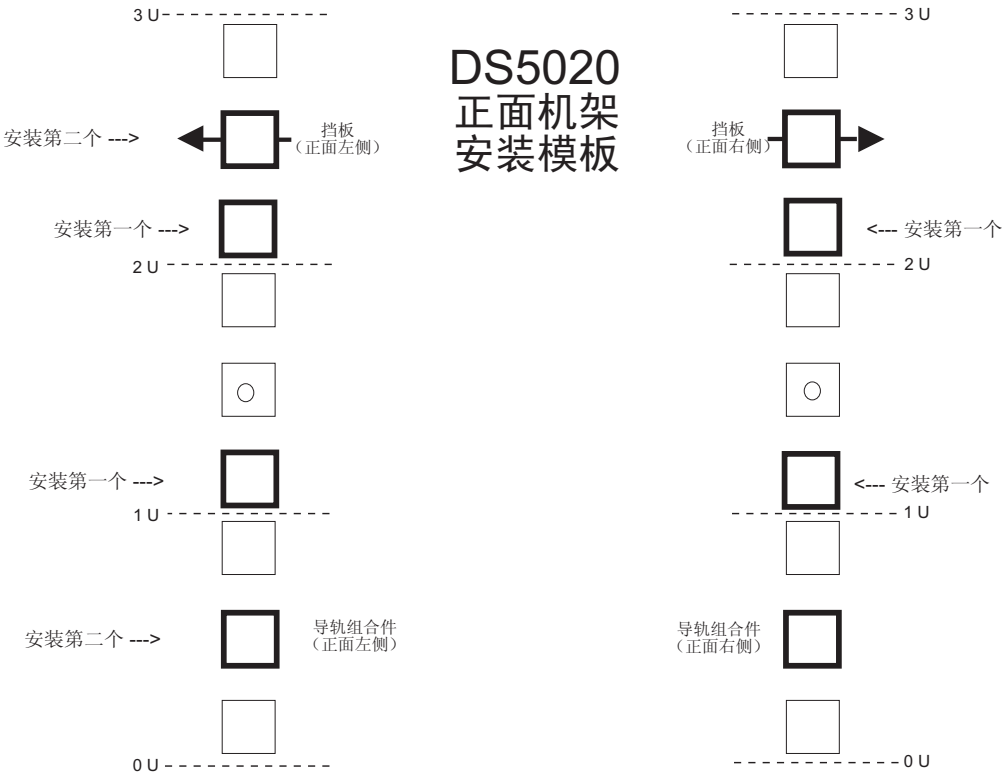
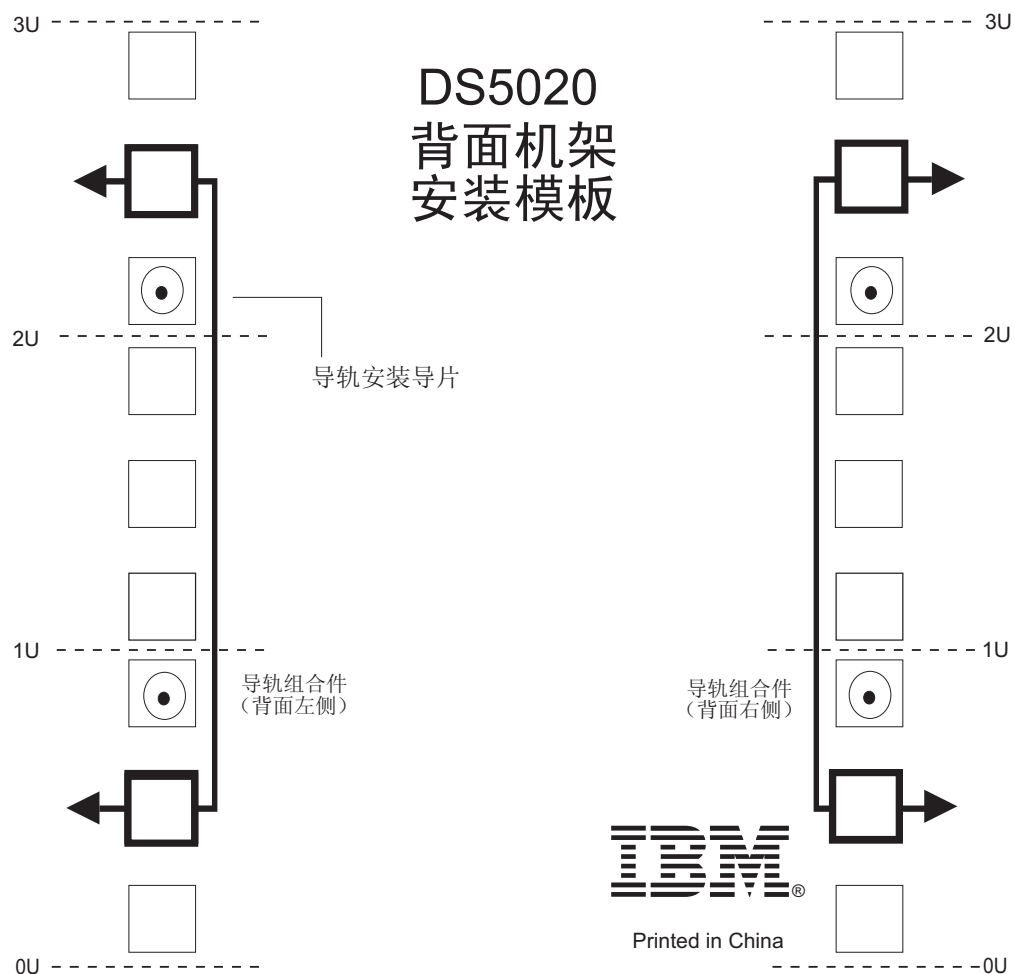

图 13. 前部机架安装模板
图 14. 后部机架安装模板
使用以下模板（第 31 页的图 13 和第 32 页的图 14）来确定将支撑导轨和 DS5020 存储子系统安装到机架式机箱时 M5 螺钉的正确插入位置。模板中突出显示了 M5 螺钉的位置。
要点：在第 163 页的附录 B，『机架安装模板』中提供了机架安装模板的副本。如果您想要从本文档中撕下模板，请使用第 163 页的附录 B，『机架安装模板』中的副本。使用上述模板（第 31 页的图 13 和第 32 页的图 14）来确定将支撑导轨和 DS5020 存储子系统安装到机架式机箱时 M5 螺钉的正确插入位置。模板中突出显示了 M5 螺钉的位置。
- 导轨边缘与存储子系统的底部（第 32 页的图 14 中的 0U 边界）对齐。
注：确保安装在第 31 页的图 13 中标注为首先安装的螺钉。